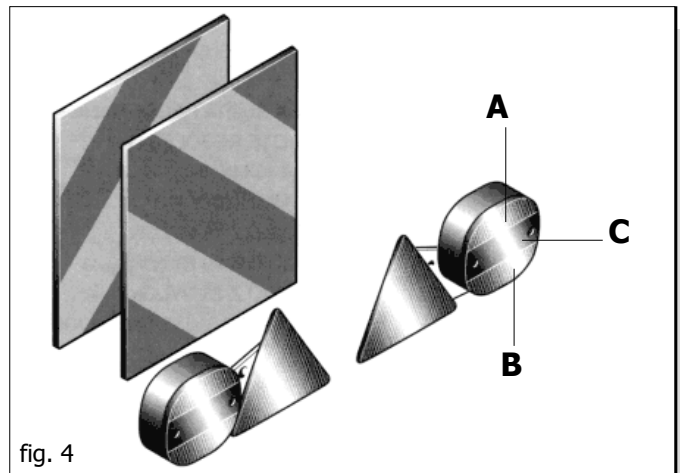

fig. 4
- 26) Es ist strengstens verboten, bei laufendem Motor und eingeschalteter Kardanwelle zwischen Schlepper und Gerät zu treten (Abb. 4).
angebracht werden, wobei die Vorschriften der im jeweiligen Anwendungsland geltenden Straßenverkehrsordnung zu beachten sind. Beim Gebrauch ist zu kontrollieren, daß die Anlage einwandfrei funktioniert. Nachstehend wird die korrekte Sequenz der Leuchten angegeben (Abb. 4):